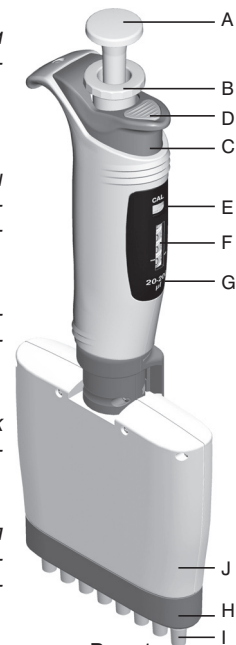
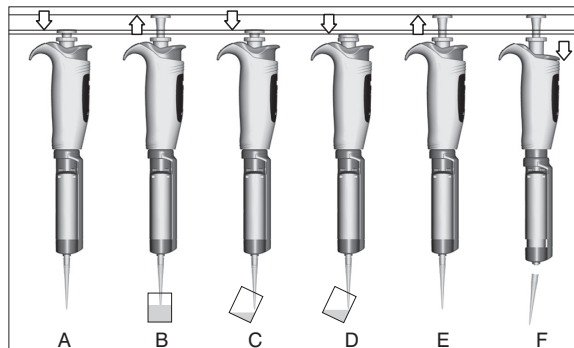

Рис. 1
Рис. 4
Установка объема производится при помощи установочного кольца (рис. 1В).
Диапазон набираемого объема указывается на накладке счетчика (рис. 1Г). Объем указывается счётчиком и состоит из четырёх цифр, которые необходимо читать сверху вниз. Цифры на нижнем кольце указывают деление шкалы для данной модели. Значение деления шкалы (инкремент) представлено в таблице 1.
После установки требуемого объема, кольцо (рис. 1В) необходимо переместить вниз для предотвращения случайного изменения значения объема (рис. 2С).
- Если требуемый объем является меньше, чем установлен на счетчике, следует уменьшить показания счетчика до нужной величины. Перед достижением требуемого объема нужно уменьшить скорость вращения установочного кольца (рис. 1В), чтобы случайно не перейти за нужную величину (рис. 3).
- Если требуемый объем является больше, чем установлен на счетчике, следует увеличить показания счетчика до величины превышающей требуемый объем примерно на 1/3 оборота нижнего кольца. Далее, медленно вращая установочное кольцо (рис. 1В), уменьшить установку до требуемого значения (рис. 3).
После установки требуемого объема, кольцо (рис. 1В) необходимо переместить вниз для блокирования установки значения объема (рис. 2С).
ВНИМАНИЕ: калибрационный золотник (рис. 1Е), расположенный над счетчиком, должен находиться в нижнем положении. В противном случае, каждое изменение объема будет приводить к раскалибровке пипетки.
- Пипетка оснащена переключателем режима работы счетчика - калибрационным золотником (рис. 1Е). Золотник должен переключаться исключительно на время калибровки пипетки (верхнее положение с обозначением CAL).
- Кнопку пипетирования (рис. 1А), необходимо нажать до первого сопротивления (рис. 4А),
- Для набора жидкости, необходимо медленным, плавным движением отпустить кнопку пипетирования (рис. 4В),
- Затем медленным, плавным движением необходимо нажать кнопку до первого сопротивления, вызывая выпускание жидкости (рис. 4С).